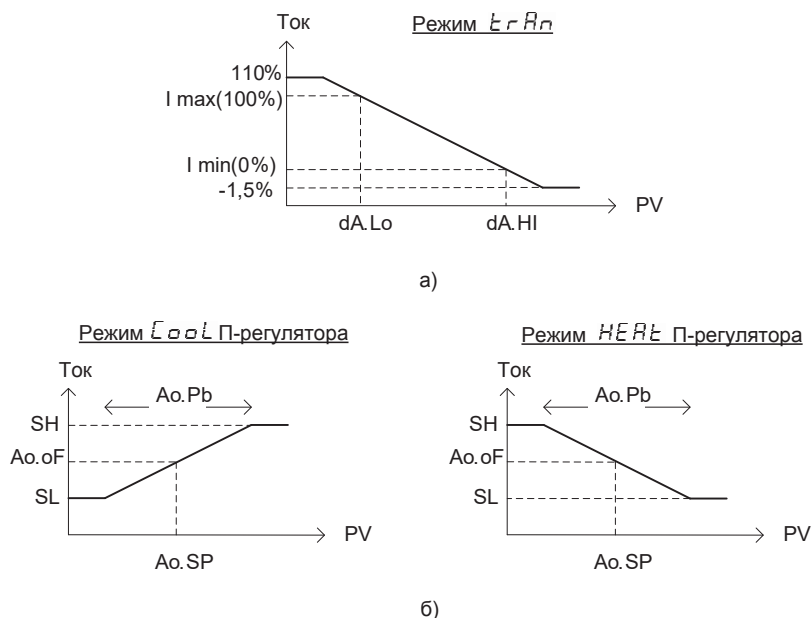

Рисунок 4 – Характеристики токового выхода.
1.4.2.4.1 Первый режим – ретранслятора измеряемой величины (рисунок 4а). Ток на выходе определяется по формуле: